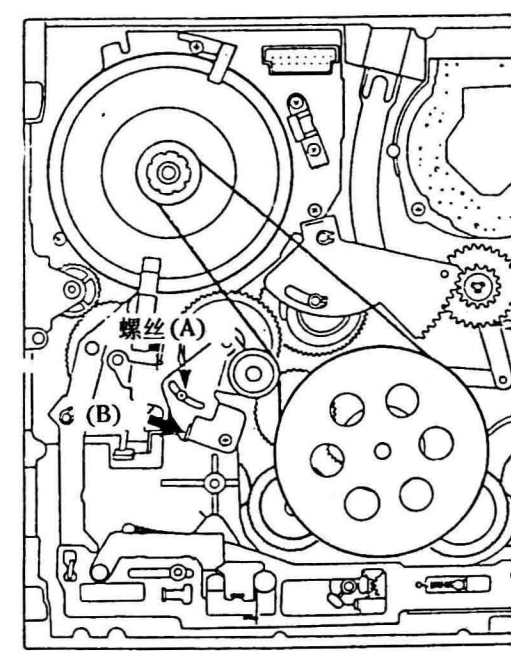

图33
- 步骤: ①如图33所示, 轻轻地用螺丝刀松开螺丝(A);
②将扇形张力测量仪安装在箭头(B)所指的位置;
③当扇形张力测量仪读数为 40 ± 5 g 时, 拧紧螺丝(A)。